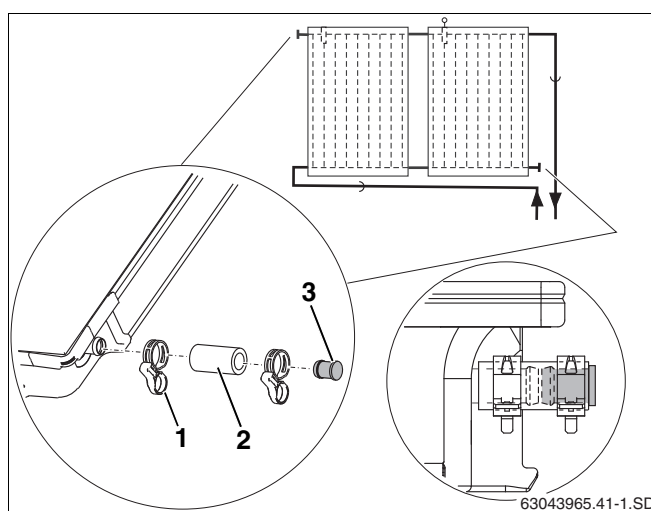

Рис. 40 Установка заглушек и пружинных хомутов
- ▶ Наденьте шланги 55 мм (рис. 40, **поз. 2**) с предварительно установленными на них заглушками на оба свободных штуцера поля коллекторов.